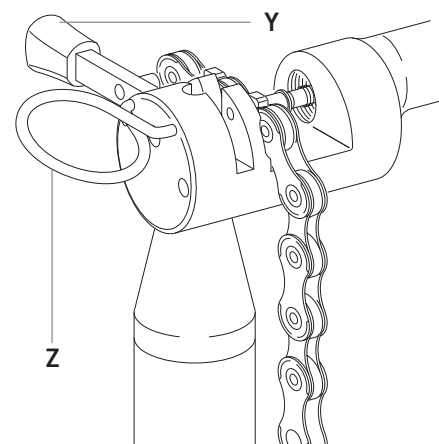

Fig.12
- Bloquez le maillon à l'aide du dispositif de blocage approprié (Z - Fig. 12).
- Contrôlez que la languette de l'outil UT-CN400 (12s) / UT-CN300 (11s / 12s) se trouve dans la position extérieure (Y - Fig. 12).